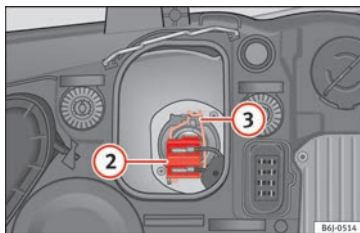

Abb. 97 Abblendlicht
- Ziehen Sie den Stecker » Abb. 97 ② von der Lampe ab.
- Nehmen Sie die Haltefeder » Abb. 97 ③ durch Eindrücken und Rechtsdrehung ab.